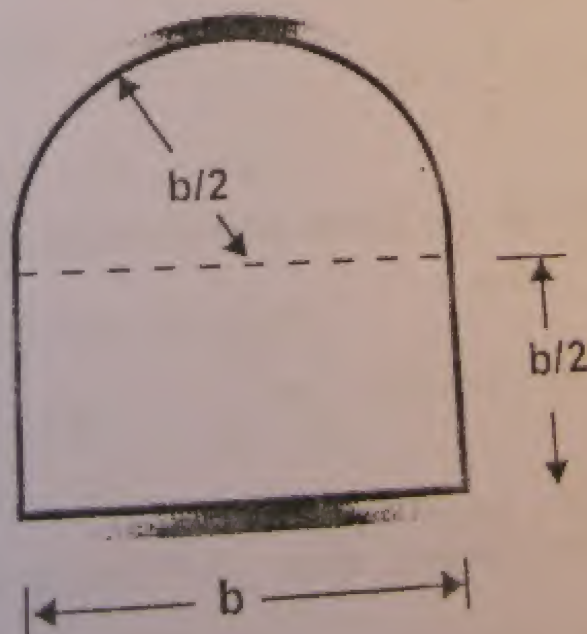

Figura 21. Sección transversal del túnel
46. Un túnel de concreto bien acabado ($n = 0,013$), tiene la forma mostrada en la figura 21, con pendiente $S = 0,2 \text{ ‰}$.